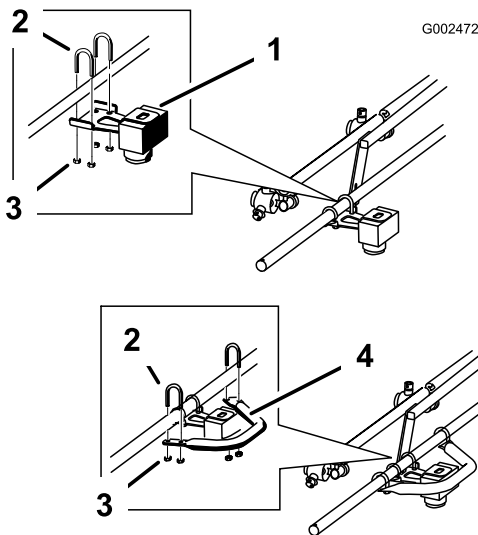

Bild 5
2. Befestigen Sie den rechten Ultraschall-Sensor lose mit zwei U-Bügeln, vier Scheiben (5/16 Zoll) und vier Sicherungsmuttern (1/4 Zoll) in der Mitte zwischen der letzten Düse und der vertikalen Stütze am rechten Auslegerrohr (Bild 5).
4. Setzen Sie das Schutzrohr mit der abgewinkelten Seite nach innen (zum Fahrzeug zeigend) über den Ultraschall-Sensor. Befestigen Sie das Schutzrohr lose mit zwei U-Bügel, vier Scheiben (5/16 Zoll) und vier Sicherungsmuttern (1/4 Zoll) am Ausleger (Bild 5). Ziehen Sie sie nicht ganz fest an, um eine spätere Einstellung zu ermöglichen.